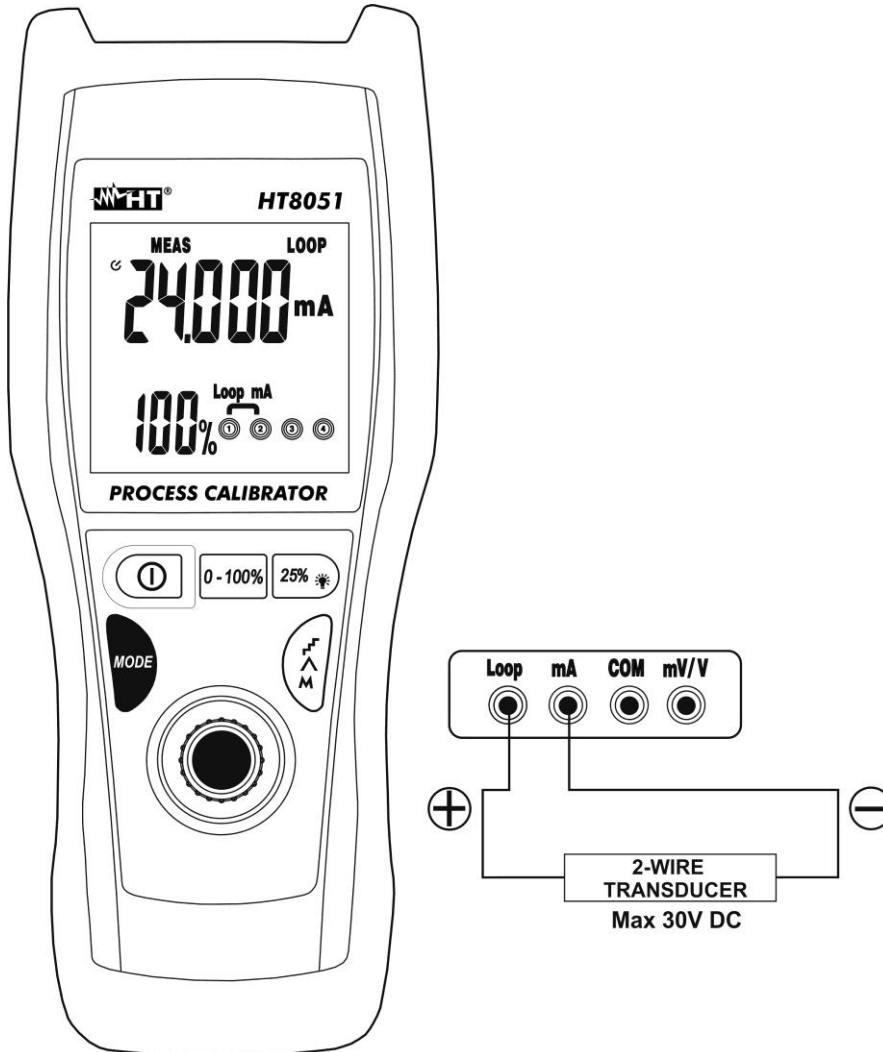

Fig. 7: Medida de corriente CC en salida de transductores externos (Loop)
4. Conecte la punta verde y la punta negra al transductor externo respetando la polaridad y el sentido de la corriente (vea la Fig. 7)
6. El mensaje **"-OL-"** indica que la corriente en examen excede el valor máximo medible por el instrumento. Para la generación del valor negativo de la tensión gire las puntas de medida en sentido opuesto respecto a la conexión de Fig. 7